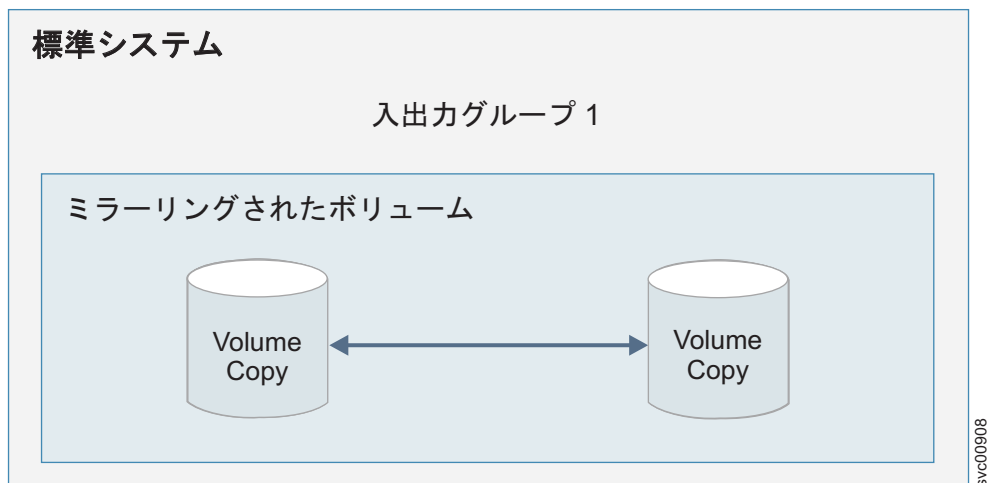

図 4. ミラーリングされたボリュームの例
- ミラーリングされたボリューム。ボリュームのコピーは、同一ストレージ・プールでも別のストレージ・プールでも配置できます。図 4 に示すように、ボリュームは単一の入出力グループにキャッシュされます。通常、ミラーリングされたボリュームは標準システム・トポロジーで設定されます。